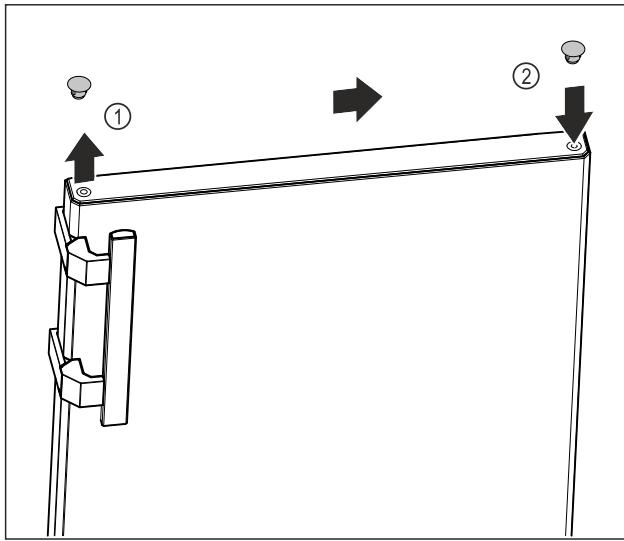

Fig. 17
- ▶ S ploščatim izvijačem previdno privzdignite pokrovni čep na zgornji strani vrat Fig. 17 (1).
- ▶ Pokrovni čep vstavite na nasprotni strani. Fig. 17 (2)